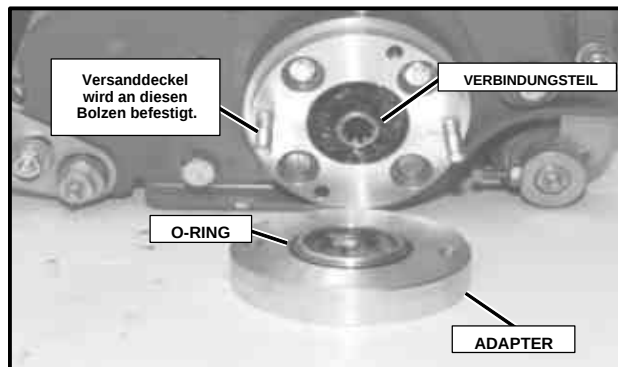
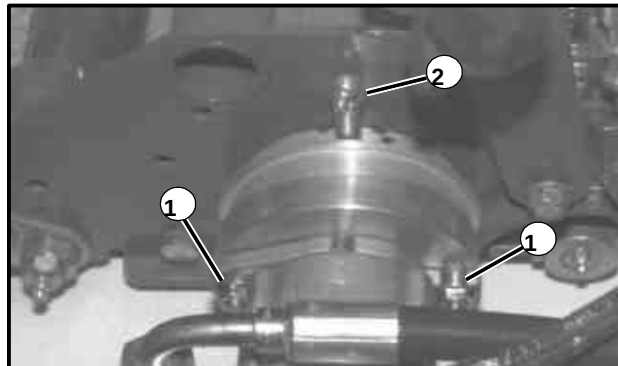

Abbildung 8
Abbildung 9
8. Das Verbindungsteil an der Schneidkopfwelle installieren (siehe Abb. 8).
9. Eine kleine Menge Loctite™ 242 Gewindegewissungsmittel (oder gleichwertig) auf das kurze Ende der zwei (2) 5/16-18 x 2 Zoll Bolzen auftragen, und die Bolzen in die zwei Gewindelöcher am rechten Ende des Schneidkopfes installieren.
11. Zwei (2) 5/16-18 Muttern mit glatter Flanschseite über die Bolzen lose installieren (siehe Abb. 9).
13. Die Lagergehäuse an **BEIDEN** Enden der Spindeln mit Schmiermittel auf Lithiumbasis beaufschlagen (die Schmierstellen sind der Abb. 9 zu entnehmen). Die Lager an beiden Enden wurden schon teilweise werksseitig mit Schmiermittel beaufschlagt, jedoch wird nach dem Zusammenbau zusätzliches Schmiermittel benötigt. Eine Fettpresse verwenden, um Schmiermittel zuzuführen, bis es beginnt, an den Nippeln auszutreten. Überflüssiges Schmiermittel abwischen.